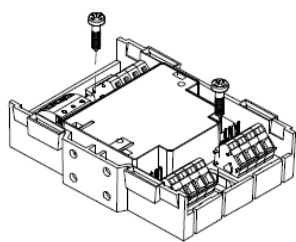

Fig. 9
- Instalação diretamente em um gabinete de comutação ou em uma unidade de controle: monte o módulo sobre uma superfície uniforme (Fig. 9).
2. Coloque o módulo no invólucro e fixe com dois parafusos (Fig. 9/10).
2. Fixe o módulo com dois parafusos (M4 X15) (Fig. 9). Distância entre furos:  $63,5 \pm 1,0$  mm